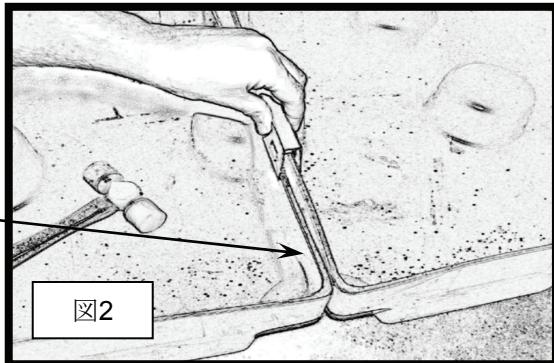

図2
- 2) 2個のアクュムレーションセンターを連結します（図2参照）。アクュムレーションセンターの上縁に連結クリップを取り付けます（図2参照）。
- 3) 両方のアクュムレーションセンターの上縁に連結クリップをはめ、マレットまたは小型ハンマーで打ち込みます（図2、3を参照）。注：クリップを手で押し込まないでください。クリップを手で叩くと負傷する恐れがあります。